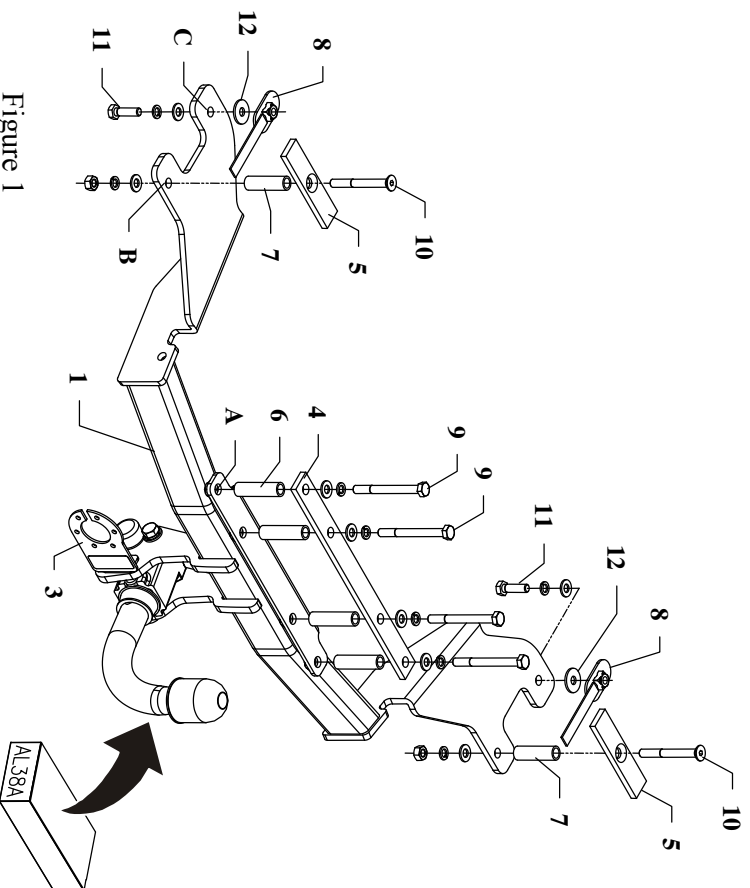

Figure 1
6. Placer la poutre principale de l'attelage (pos. 1) au châssis du véhicule de manière que les trous A coïncident avec les trous percés dans le renfort. Placer les douilles d'écartement (pos.6) et l'éclisse (pos.4) du côté du coffre et serrer de manière lâche à l'aide des vis M10 x M100mm (pos.9) comme indiqué sur la figure 1.
9. Placer les douilles d'écartement (pos.7) avec les éclisses (pos.5) et des vis M10x90mm (pos.10) du côté du coffre. Serrer de manière lâche.
10. Faire glisser les écrous sur le bras long (pos.8) aux longerons et serrer à l'emplacement des points C à l'aide des vis M10x35mm (pos.11) comme indiqué sur la figure 1.